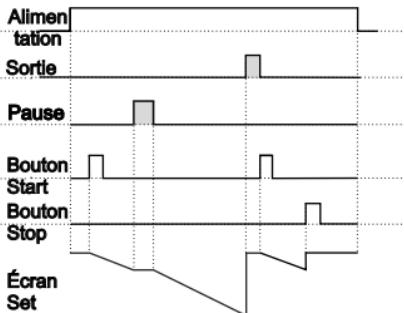

Figure 1.2
1.1.2 Si le décomptage est **dEct** = 1 et que **butF** est **oFF**, le schéma de commande sera celui illustré à la figure 1.2.